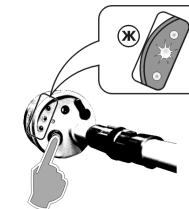

Рис. 6 Режим сигнализации разряда встроенного источника электропитания
3.3.7 Режим индикации разряда встроенного источника электропитания (см. рис.6) обеспечивается во всех режимах работы указателя, в том числе в режиме начальной самопроверки после сочленения рабочей части и изолирующей штанги при включении указателя. При этом, непрерывным свечением зажигается центральный светодиод, звуковая сигнализация – отсутствует. На нажатие кнопки принудительной проверки работоспособности, указатель не реагирует.